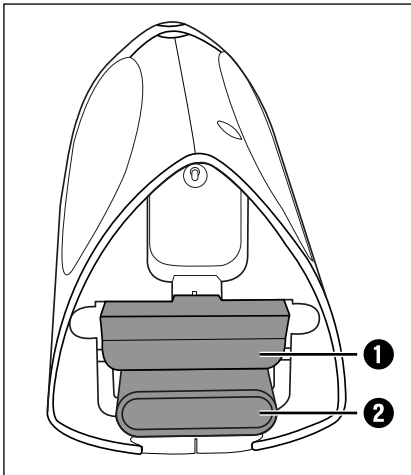

Fig. 3
- ▶ Assurez-vous que le filtre à poussière ⑩ est toujours correctement placé avant d'utiliser l'appareil.
- ▶ Aspirer du liquide jusqu'à ce que le bac à déchets ⑪ soit rempli jusqu'à la marque MAX.
- 1) Descendez l'aspirateur à main du support mural ③ ou, si vous n'utilisez pas le support mural ③, retirez la fiche creuse ⑤ de la douille.
- 2) Si vous le souhaitez, insérez le suceur approprié sur l'ouverture d'aspiration : Le suceur étroit ② et l'embout pour aspiration de liquides ① sont rangés en économisant de la place dans le logement d'accessoires de la poignée (fig. 3).
- le suceur étroit ② pour nettoyer les endroits difficiles à atteindre.
- l'embout pour aspiration de liquides ① pour aspirer des liquides.